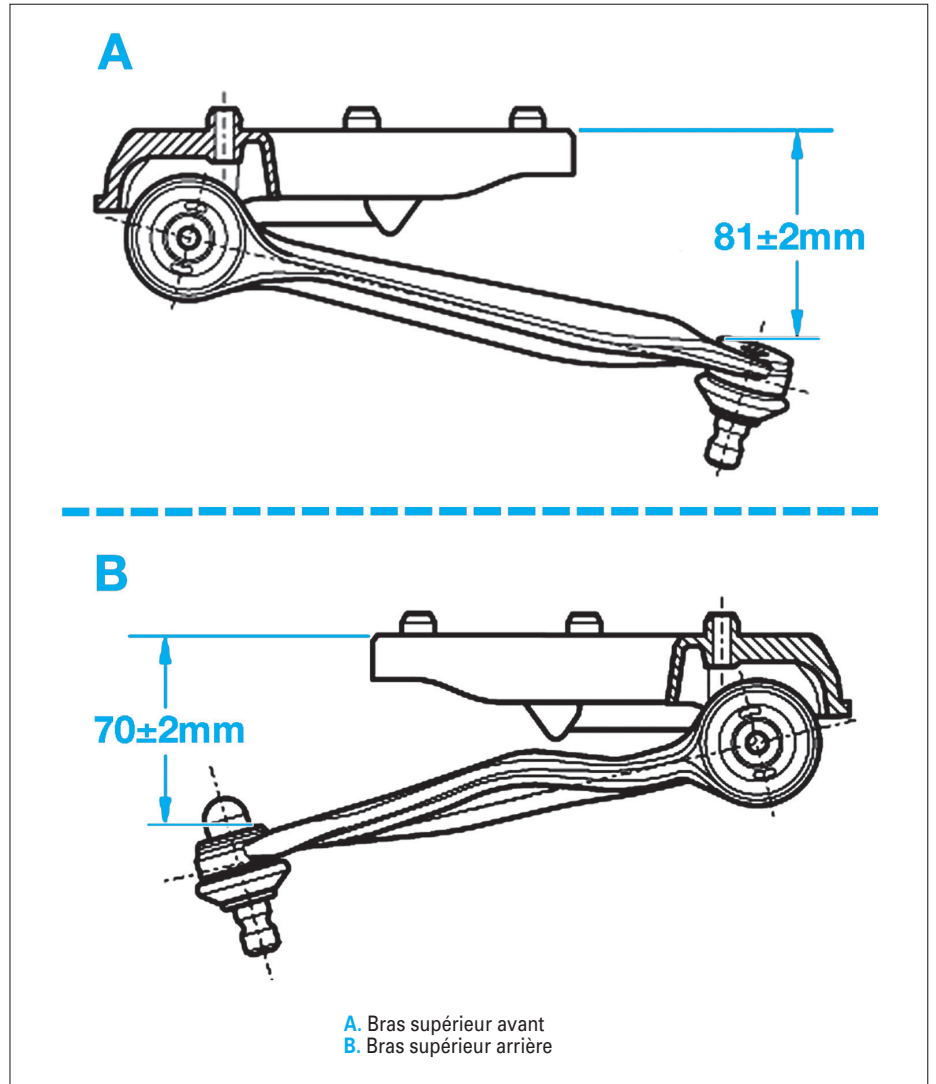

Fig. 23
- Pour la repose, positionner les bras avant et arrière en tenant compte des cotes (Fig.23) avant de serrer les bras au couple sur la coupelle supérieure de suspension.